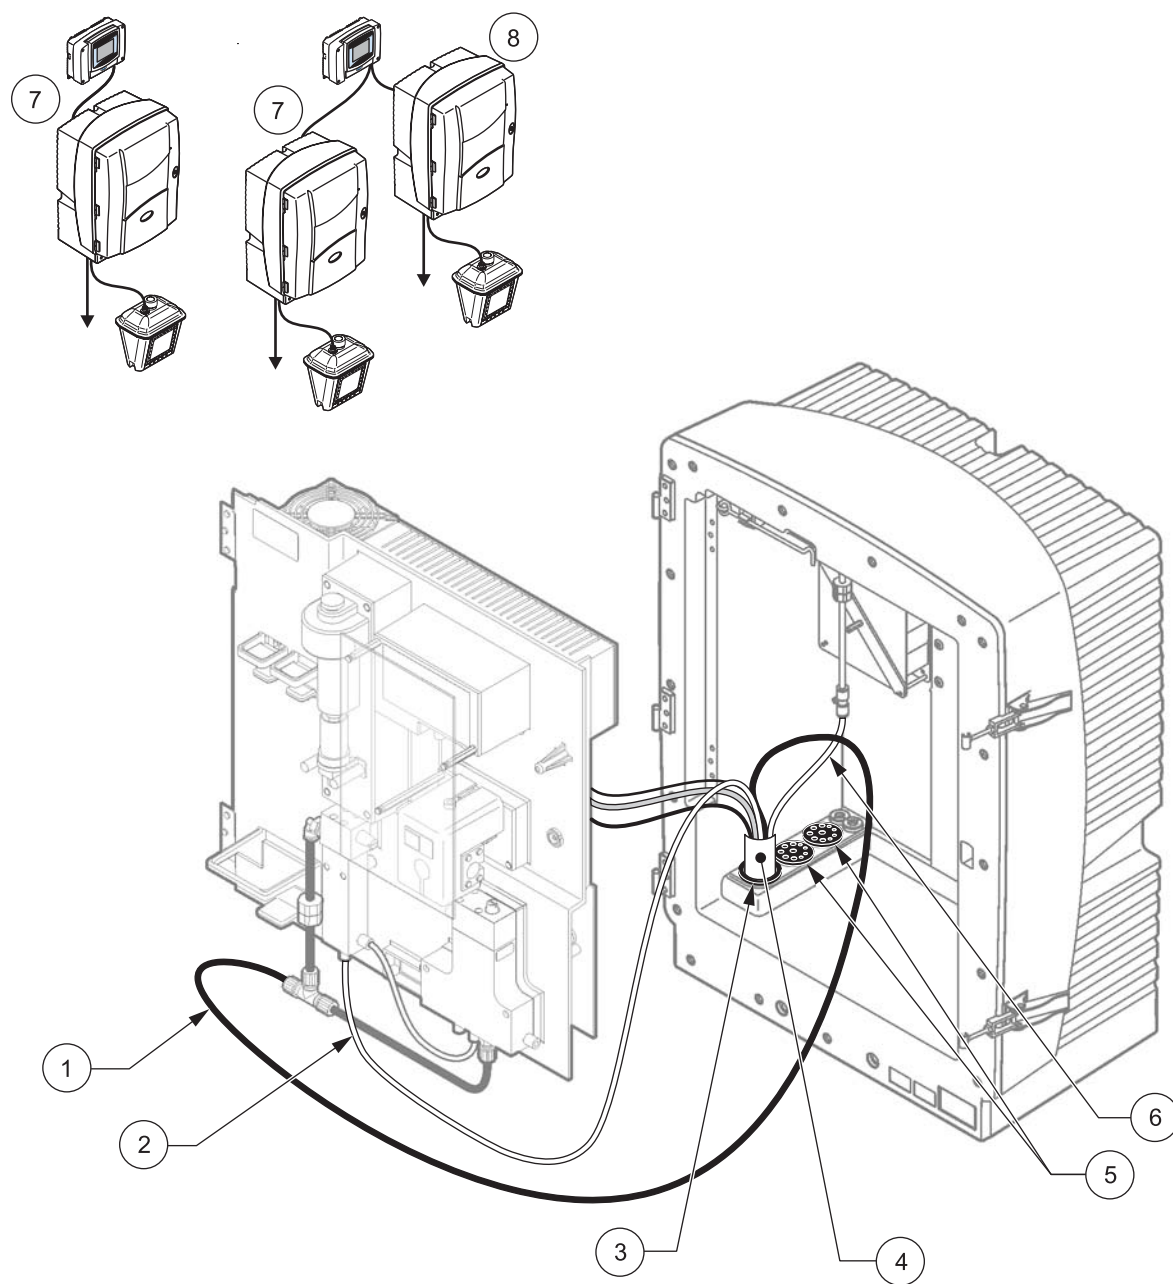

图 22 选项 1 设置
请参考图 22 以及选项 1 的以下说明：
2. 通过分析器开口引出过滤器探头 sc 软管（取样管、电缆和排放管）（图 22，项目 4）。使用 2 号密封塞加固。